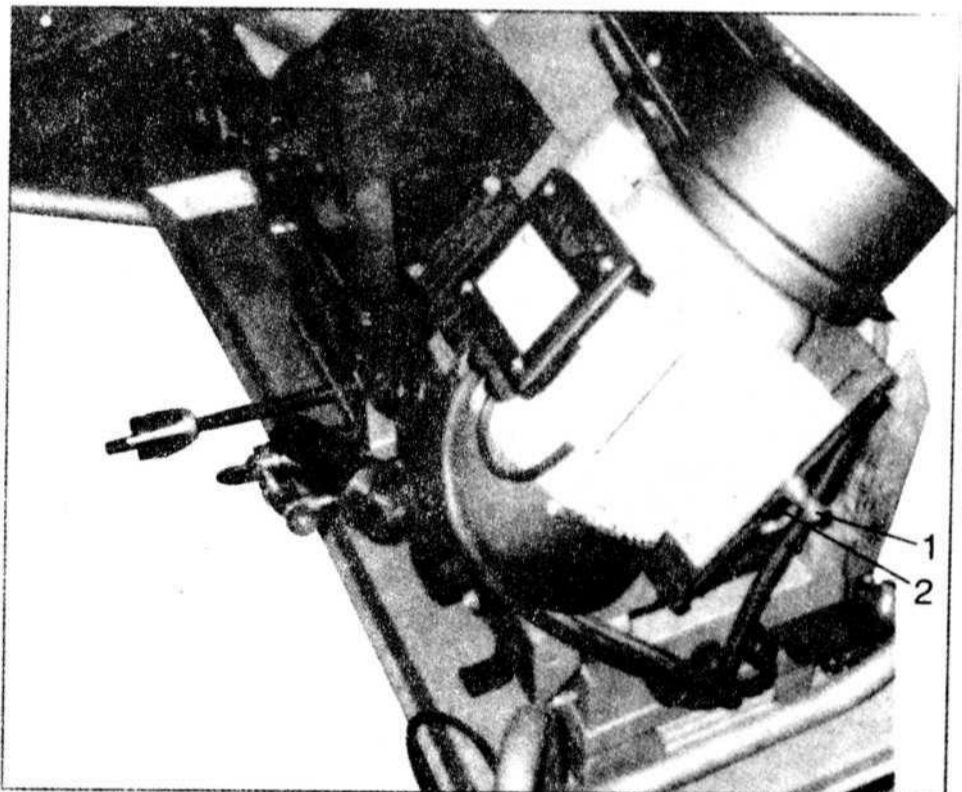

рис. 5
2. Ослабьте стопорный болт пластины двигателя (1, рис.5).
3. Ослабьте сдвижной болт пластины двигателя (2), пока ремень не начнет перемещаться на шкивах.
5. Затяните сдвижной болт пластины двигателя (2) для повторного натяжения ремня.
6. Затяните стопорный болт пластины двигателя (1).